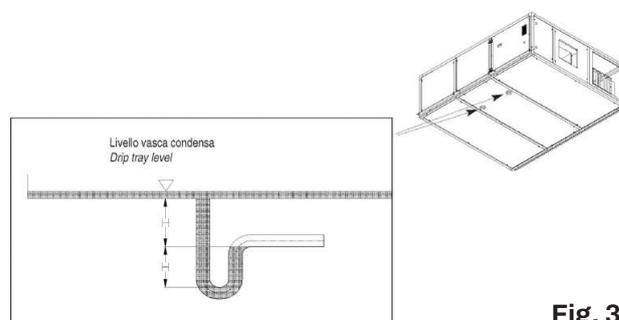

Fig. 3
- Il dimensionamento e l'esecuzione dei sifoni, nel caso di vasca in depressione, deve essere eseguito secondo la fig. 3 e la tabella seguenti.